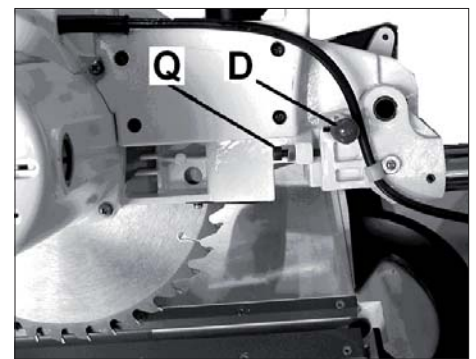

Рис. 2
- Аби розблокувати голову пилки, витягніть фіксатор (D, Рис. 2) голови пилки. Голова пилки повільно піднімається догори.
- Закрутіть блокувальну рукоятку (Р, Рис. 2), за допомогою ручки повільно опустіть голову пилки.
- Послабте блокувальну рукоятку (L, Рис. 2).
- Відсуньте кожух пиляльного диску (Р, Рис.2), за допомогою ручки повільно опустіть голову пилки.